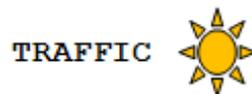

Рисунок 7 - Режим ожидания (отсутствуют попытки отправки)
- При отсутствии попыток отправки сообщения светодиод постоянно светится жёлтым цветом (см. рисунок 7).